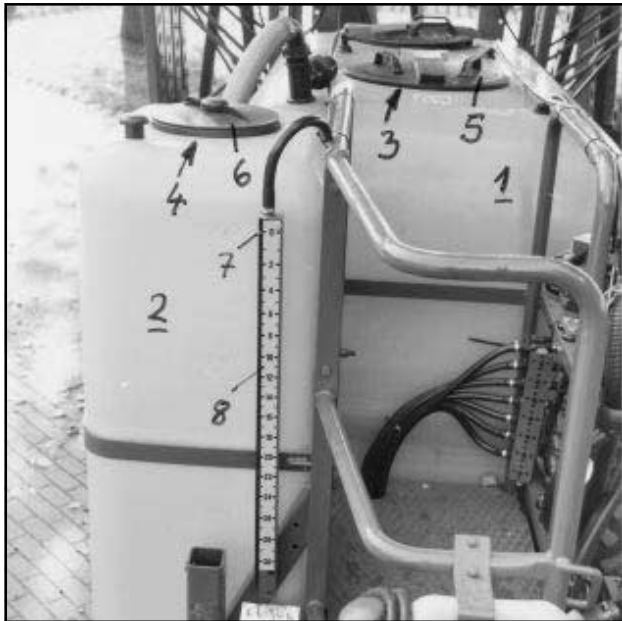

Fig. 6.1
- **Påfyldning** af sprøjtevæske- (fig. 6.1/1) og skyllevandsbeholderen (fig. 6.1/2) sker altid **igennem påfyldningsåbningen** (fig. 6.1/3) hhv. (fig. 6.1/4) **ved hjælp af vandslange med „frit udløb“**. Påfyldningsåbninger tillukkes ved hjælp af klap, hhv. skrudedæksler (fig. 6.1/5) hhv. (fig. 6.1/6). Til påfyldning kan der som ekstraudstyr leveres påfyldningstilslutning med sugeslange (se kapitel 12.2 og 12.3).
- Beholderindholdet aflæses på viseren (fig. 6.1.7) på niveaumålerens skala (fig. 6.1/8) (se også kapitel 7.1).